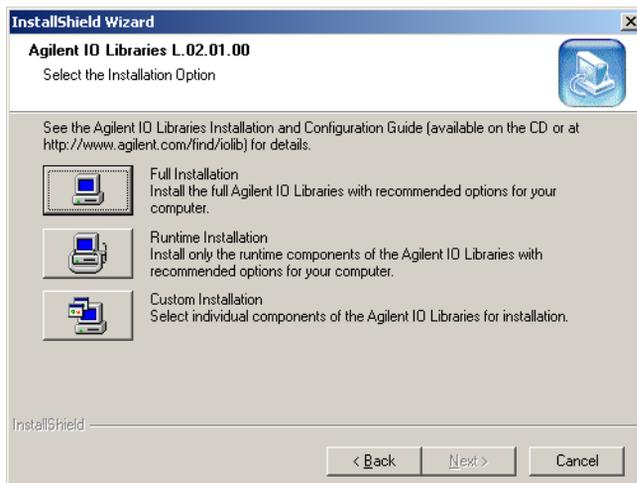
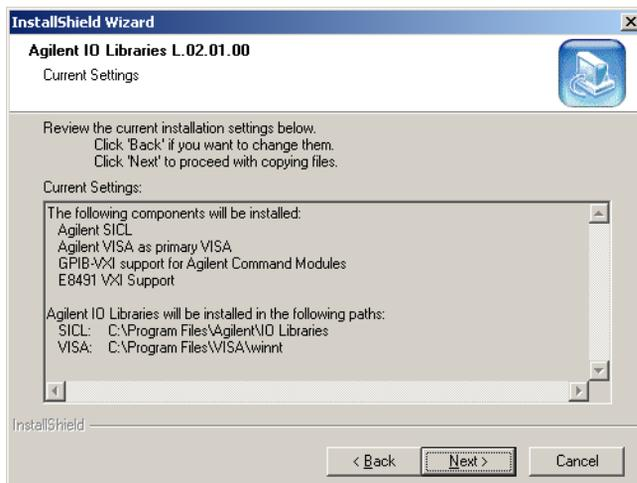

Figura 27 Asistente para la instalación: selección de las opciones de instalación
Figura 28 Asistente para la instalación: configuración actual
- 4 Desde las Opciones de instalación (consultar la Figura 27) pulsar el botón **Full Installation** y en el diálogo Current Settings (consultar la Figura 28) pulsar **Next**.